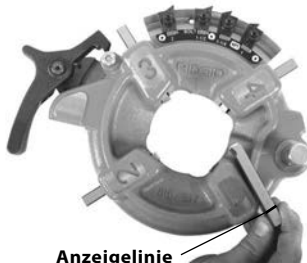

Abbildung 14 – Einsetzen der Schneidbacken
5. Schieben Sie die entsprechenden Schneidbacken mit der nummerierten Kante nach oben in den Schneidkopf, bis die Anzeigelinie bündig mit der Kante des Schneidkopfes abschließt (siehe Abbildung 14). Die Zahlen auf den Schneidbacken müssen denen an den Schlitzen des Schneidkopfes entsprechen. Wechseln Sie die Backen immer im Satz. Vermischen Sie keine Backen verschiedener Sätze.